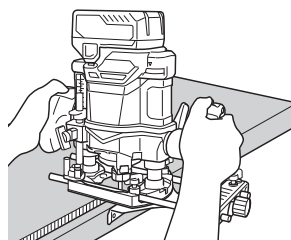

Fig. 23
- (1) Insérer une barre de guidage dans chaque trou du porte-barre, puis serrer légèrement les 2 boulons papillons (A) sur le dessus du porte-barre.
- (2) Insérer une barre de guidage dans chaque trou du socle, puis serrer fermement les boulons papillons (A) (accessoires standard).
- (3) Effectuer les réglages fins de la dimension entre la mèche et la surface du guide, puis serrer à fond les deux boulons à ailettes (A) sur le dessus du support de barre, et le boulon à ailettes (B) de fixation du guide droit.
- (4) Comme indiqué sur la Fig. 23, fixer solidement le fond du socle sur la surface traitée du matériau. Faire avancer la détoureuse tout en maintenant le plan de guide sur la surface du matériau.